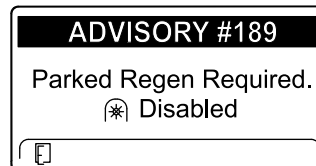

Figura 67
- Se não efetuar uma regeneração em estacionamento dentro de 2 horas, o InfoCenter indica que é necessária uma regeneração em estacionamento – tomada de força desativada AVISO N.º 189 (Figura 67).